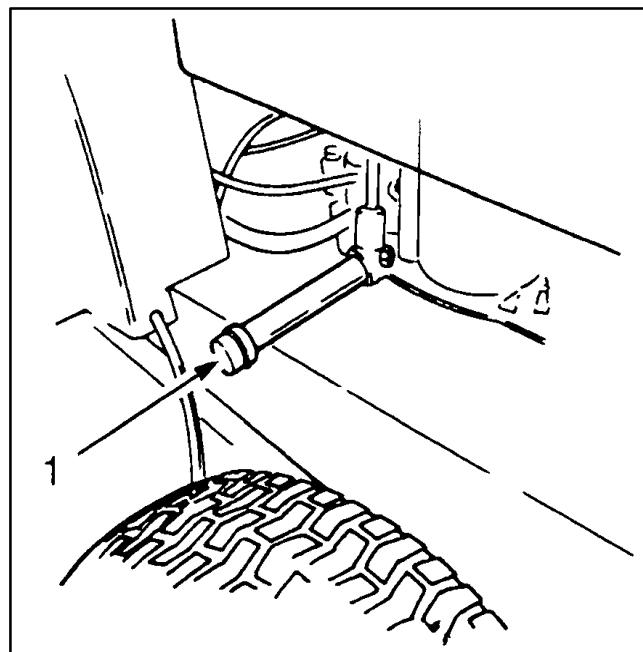

Figure 14
- B. Couper le moteur et placer un récipient sous le bouchon de vidange (Fig.14). Déposer le bouchon de vidange et laisser l'huile s'écouler dans le récipient. Reposer le bouchon de vidange lorsque toute l'huile s'est écoulée.